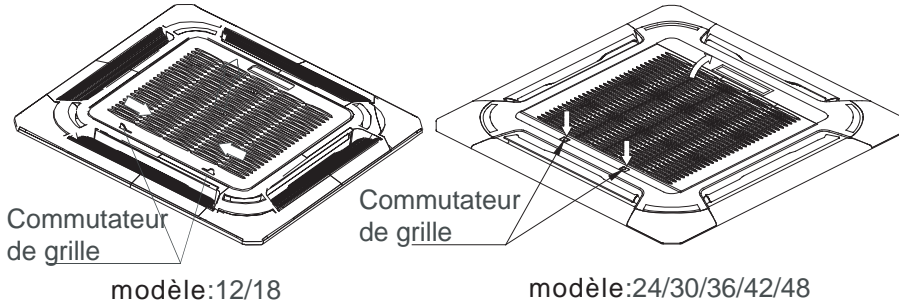

Fig.20
1. Poussez simultanément les deux commutateurs de grille dans la direction et tirez-les ensuite vers le haut. (Fig.20)